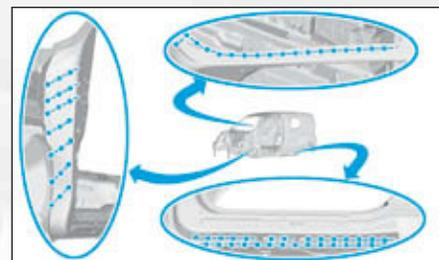

FIG.64
- sur la caisse (Fig.64) et (Fig.65).